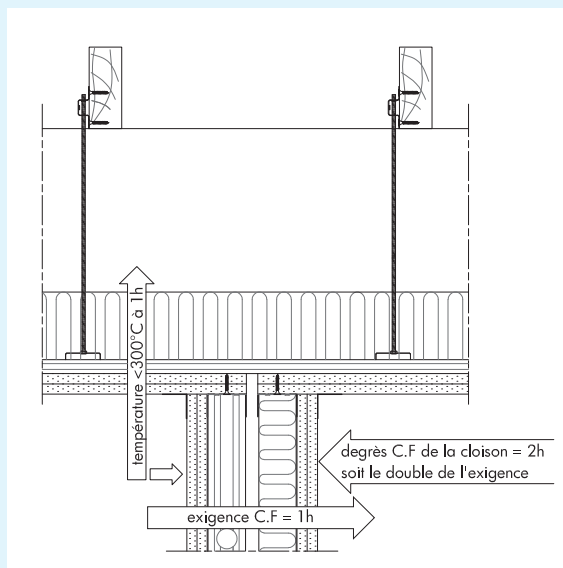

Fig. 11 Cloisons fixées sous plafond - ERP type U
**Cloison fixée sous plafond** (fig.11 et 12)